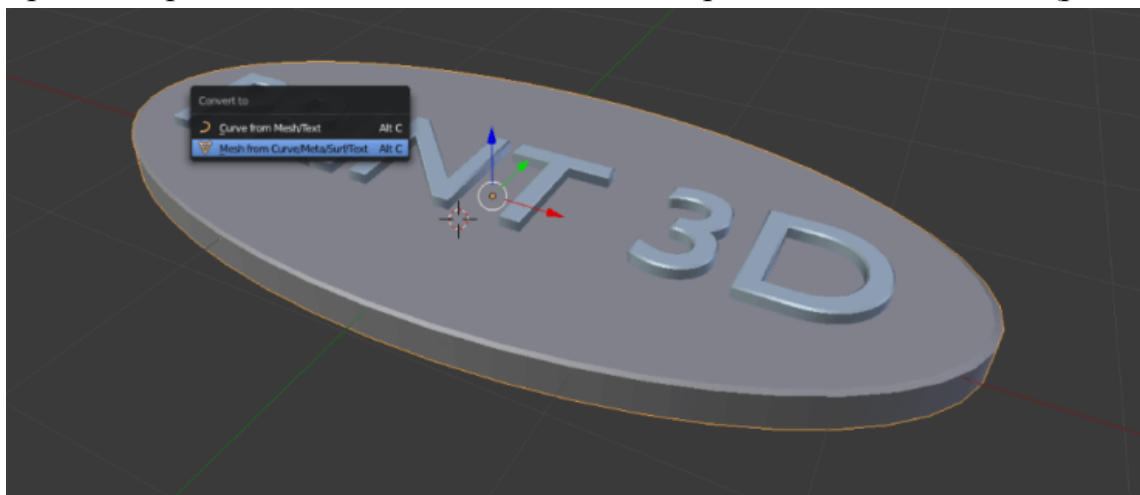

Рис. 16. Конвертация
3.4. После того, как геометрия готова (вы можете еще поэкспериментировать с положением по осям, фасками и т.п.), следует подготовиться к экспорту. Поскольку Blender экспортирует только полигоны, в первую очередь вам нужно конвертировать модель в единый меш. Используйте комбинацию Alt+C для конвертации кривой в меш. Затем то же самое сделайте для текста (рис. 16).